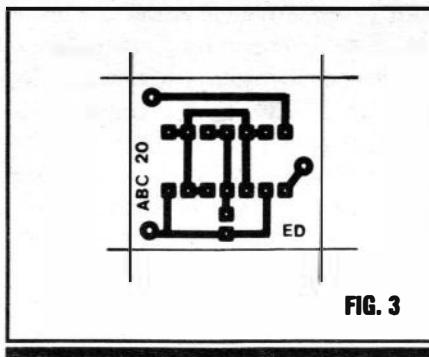

FIG. 3
- No LED, notar que (devido ao lay out “espremido” da montagem...) usamos uma estilização particular para a representação do componente no “chapeado”, claramente referenciado o terminal de catodo (K) pelo lado “chanfrado” da base do componente...
- FIG. 3 - LAY OUT DO CIRCUITO IMPRESSO ESPECÍFICO - A plaquinha é vista, em seu padrão mínimo de ilhas e pistas cobreadas, em tamanho natural, bastando copiar (“carbonar”) diretamente o dito padrão sobre a face cobreada de um fenolite virgem, nas convenientes dimensões, promovendo em seguida a traçagem, corrosão, limpeza e furação, nos conformes das Instruções já dadas várias vezes no decorrer do nosso “Curso”... Na confecção, cuidado com as estreitas “separações” entre as minúsculas ilhas destinadas à recepção das “perninhos” do Integrado, já que tais localizações são muito propícias ao sur-